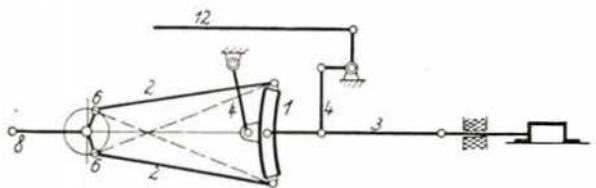

Bild 2 Schemaskizze zu der Gooch-Steuerung (aus: Henschel-Lokomotiv-Taschenbuch)
2. Die äußere Steuerung nach Gooch (Bild 2)
Bild 2 Tabarz ist eine der Endstationen am Fuße des Inselfberges und für viele Urlauber das Ferienziel. Das zahlreiche Urlaubergepäck und sonstige Gut findet in dem güterwagenähnlichen Fahrzeug am Zugschluß Platz.